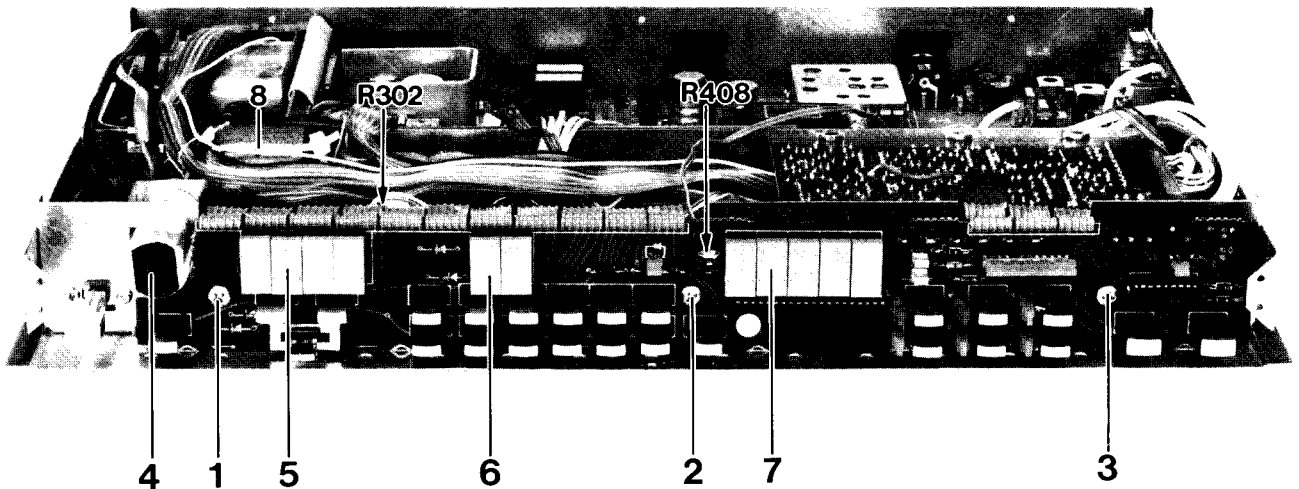

Fig. 1
3. Für Arbeiten an der Display-Platte kann diese nach Lösen der Schrauben 1–3, Fig. 1, hochgeklappt werden. Die Display-Bausteine 5–7, Fig. 1, sind gesteckt, und können ohne Lötarbeiten ausgetauscht werden.
4. Für den Ausbau des Infrarot-Empfängers 4, Fig. 1, ist es erforderlich, den Netztransformator 8, Fig. 1, auszulöten. Der Empfänger kann dann nach Anheben der Klammerfeder nach hinten herausgeschoben werden.
1. Die Helligkeit des Display für die Uhr wird mit R 302 (siehe Fig. 1) eingestellt.
2. Die Helligkeit des Display für die Frequenzanzeige wird mit R 408 (siehe Fig. 1) eingestellt.
3. In order to perform any work at the display board, this one can be tilted after having unscrewed the fixing screws 1–3, Fig. 1. The display components 5–7, Fig. 1, are inserted; as a result, they are able to be muted without soldering action.
4. Concerning the removal of the infra-red receiver 4, Fig. 1, the mains transformer 8, Fig. 1, has to be unsweated. After tilting of the clamp spring, the receiver can be pushed-out to the rear.
1. The luminosity of display for the clock is set by means of the component R 302 (see Fig. 1).
2. The luminosity of display for the frequency indicator is set by R 408 (see Fig. 1).